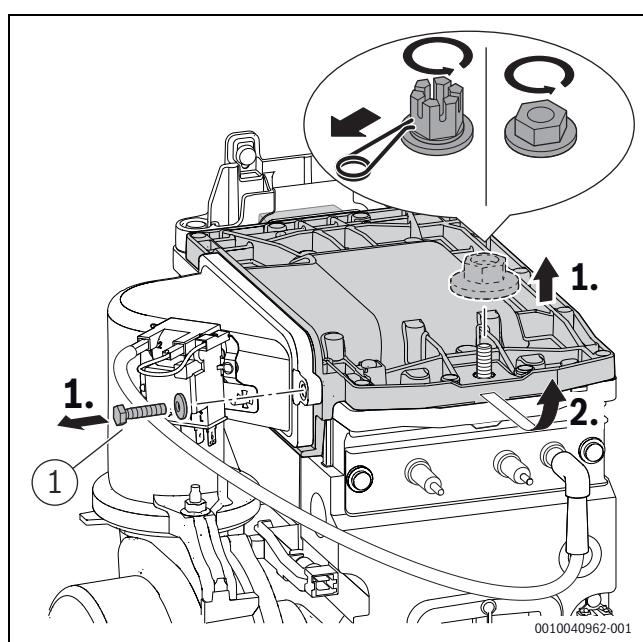

Fig. 39 Desmontar a tampa do queimador
- Apertar o parafuso ([1], fig. 39) na tampa do queimador com  $5,5+0,5$  Nm.